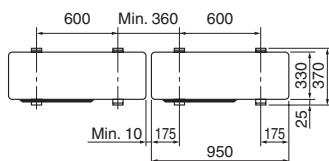

Fig. 3-1
- Upewnić się, że urządzenie jest umieszczone na solidnym, równym podłożu, chroniącym przed powstawaniem odgłosu klekotania podczas pracy. (Fig. 3-1).